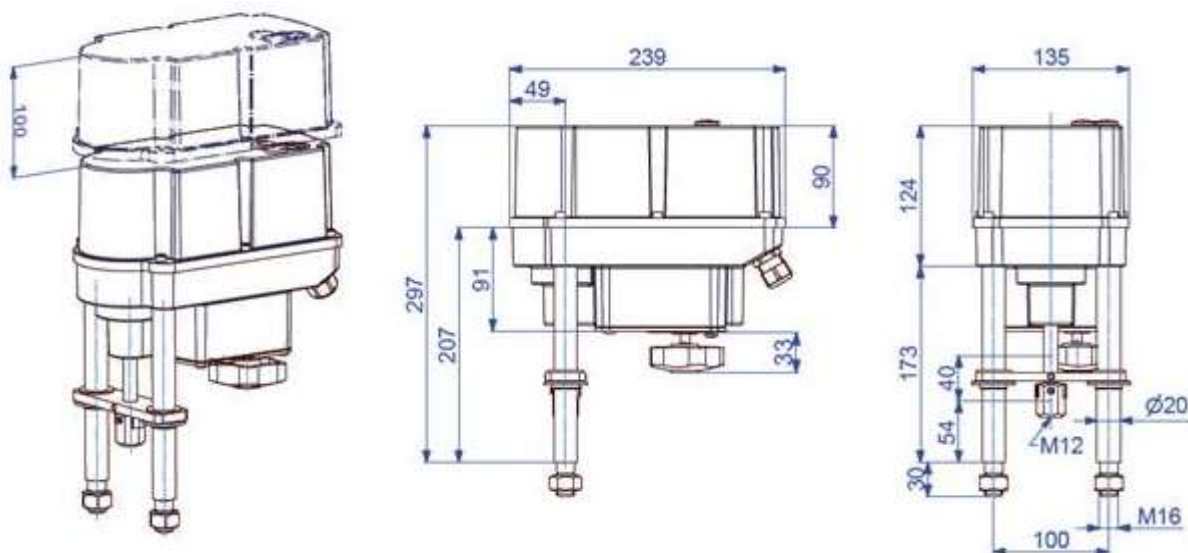

Figura 1: Ingombro
- Gli attuatori devono essere montati con spazio libero sufficiente per togliere la copertura (figura 1).